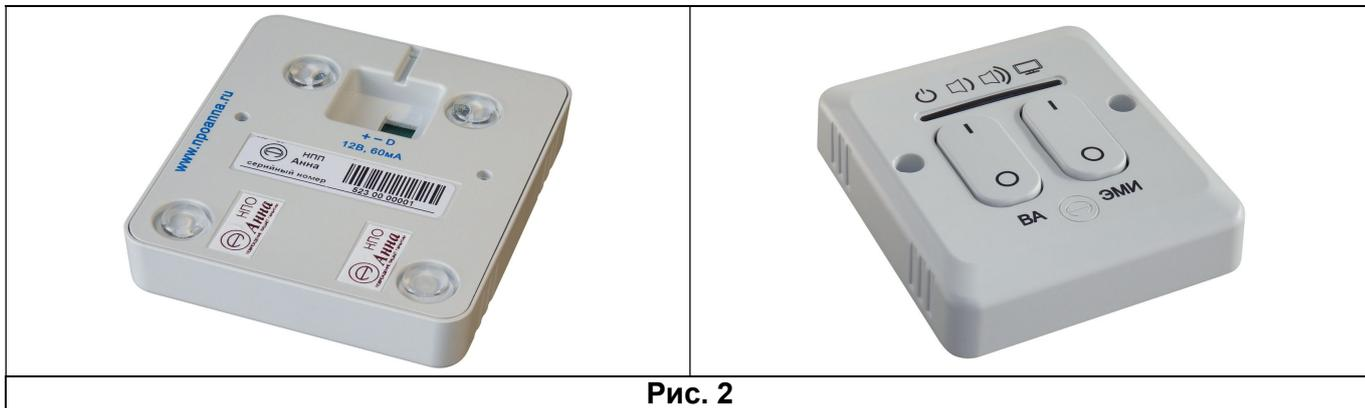

Рис. 2
2.2.7 При использовании пульта ДУ расположить его так, чтобы были видны его индикаторы. Электрическое подключение к шлейфу питания и управления выполнить соблюдая полярность, указанную на нижней крышке пульта управления Рис. 2. При необходимости можно зафиксировать Пульт ДУ саморезами через крепежные отверстия Рис. 2 и закрыть последние декоративными заглушками.